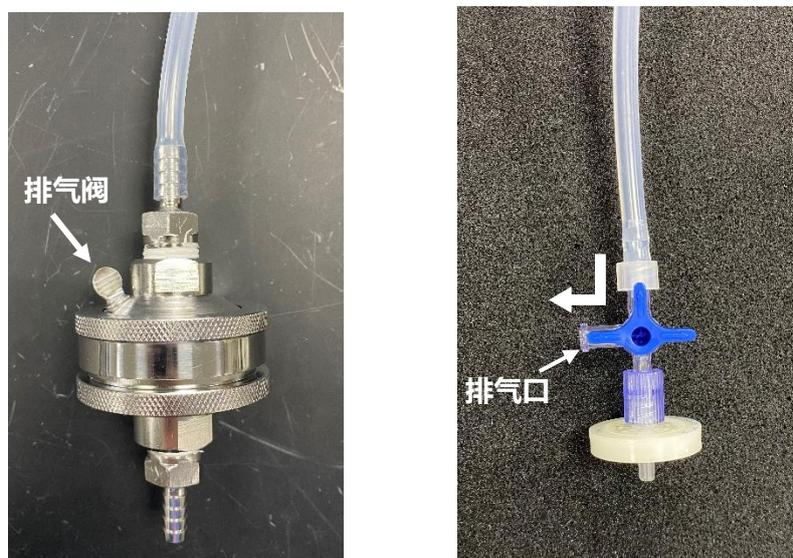

图 4. 滤器排气操作
3.2.4 在压力罐中倒入缓冲液或料液，然后上端接上气管。针头滤器需使用三通阀排气，如图 4 所示。安装连接完成后，使用减压阀缓慢增加压力，直至达到设定压力。当滤出的料液进入收集容器中开始计时，每隔一段时间记录过滤时间和重量。设定压力根据料液情况而定，一般不超过 2 bar。